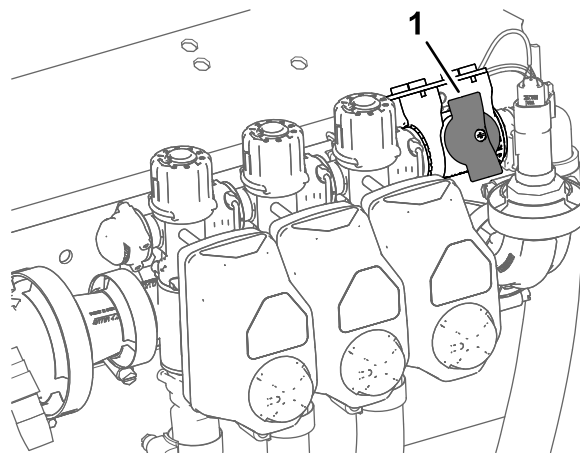

Рисунок 34
2. Поверните ручку отсечного клапана перепуска секции в закрытое положение (Рисунок 34).